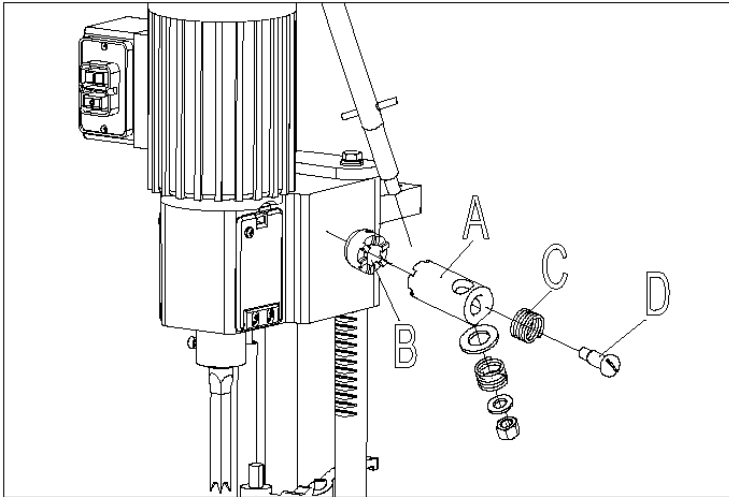

Fig. 2
1. Montate la molla (C) sulla vite (D) **Fig. 2**. Inserite la vite nel mozzo (A) tenendo le tacche del mozzo (A) nelle tacche del pignone dell'albero (B). Stringete la vite.